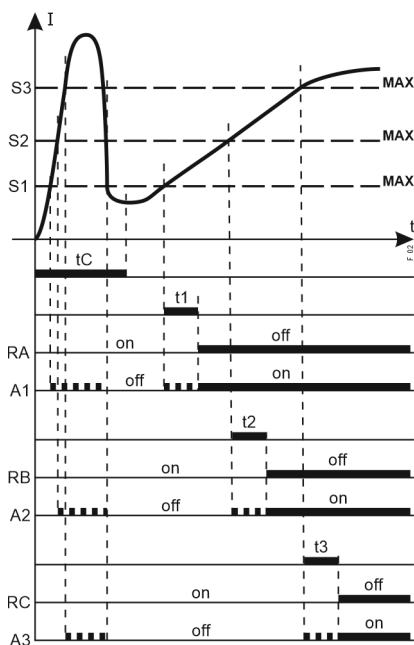

Fig. 2
- **SP3** : S1 attiva (MAX) (Fig. 2 e 3)